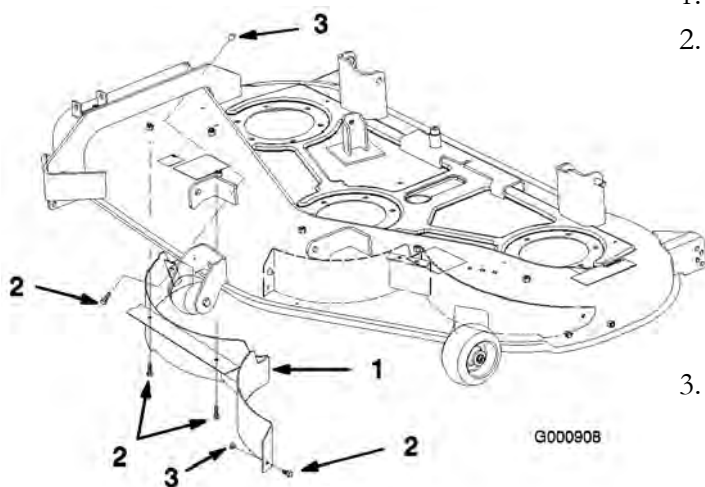

Bild 20
3. Nehmen Sie die Sicherungsmutter oben und in der Mitte des rechten Ablenklechs ab (Bild 20).
4. Lassen Sie das Ablenklech ab und ziehen Sie es aus der Auswurföffnung (Bild 20).
- Setzen Sie aus Sicherheitsgründen die Schrauben (5/16 x 5/8 Zoll) und Sicherungsmuttern (5/16 Zoll) in die offenen Löcher am Mähwerk ein, die Sie in Schritt 3 entfernt haben (Bild 20).
- Nehmen Sie die Schrauben und Muttern aus den Löchern am Mähwerk, in denen Sie das Ablenklech am Mähwerk befestigen möchten (Bild 20).
- Schieben Sie das Ablenklech in die Auswurföffnung (Bild 20).
- Befestigen Sie das Ablenklech mit den Schrauben und Muttern (Bild 20), die Sie in Schritt 3 abgenommen haben.